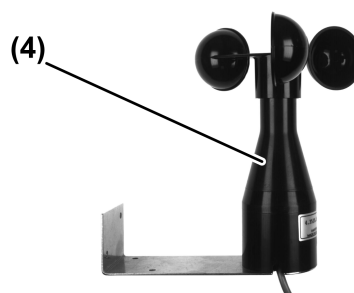

Figure 2
- Monter l'anémomètre sur le toit ou sur un mur de l'habitation. Il doit être installé dans une position adaptée pour mesurer la puissance du vent. Ne pas le monter à l'abri du vent, veiller à respecter une position de montage (voir figure 2) correcte.
- Raccorder l'anémomètre aux bornes de raccordement  $S_1$  et  $S_2$  (7) du boîtier de contrôle. Utiliser pour cela un câble isolé. Recommandation : JY-ST-Y 2x0,6.